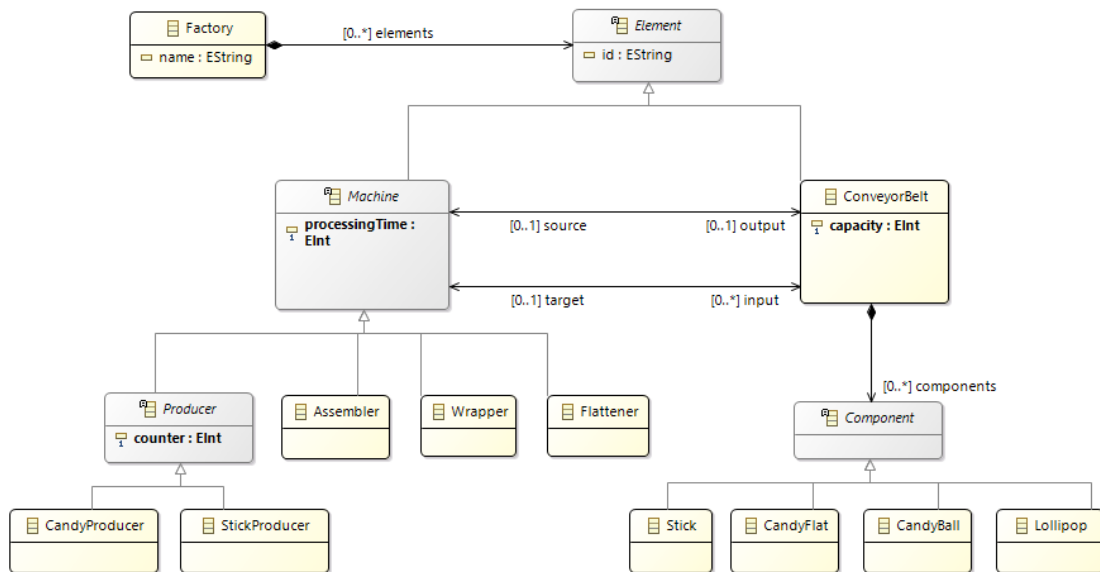

Ilustración 1 Metamodelo para fábrica de caramelos
Un fabricante de caramelos ha decidido digitalizarse, y ha determinado (correctamente) que el primer paso es el de modelar su planta de fabricación. Para ello el fabricante ha contratado los servicios de un consultor especializado en digitalización y modelado de fábricas, que como resultado de su trabajo ha producido el metamodelo representado en la Ilustración 1. El metamodelo se puede resumir de la siguiente manera:
1. La implementación del metamodelo reflejado en la Ilustración 1 utilizando ecore. Se pide tanto el fichero ecore como el fichero emfatic. El fichero de este metamodelo debe llamarse **candy\_factory.ecore** (**candy\_factory.emf** para el fichero emfatic).